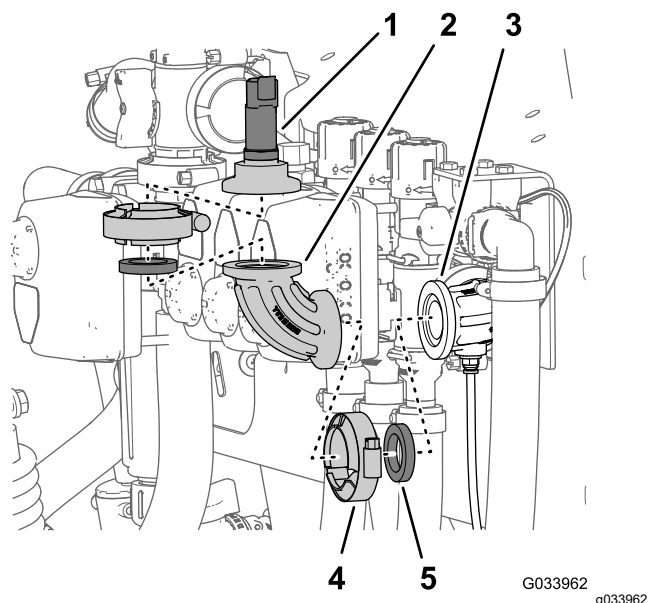

Figura 38
2. Retire o grampo da flange que prende o transdutor de pressão à união de 90° e retire o transdutor, a junta e a braçadeira flangeada (Figura 38).
4. Retire a braçadeira flangeada que prende a união de 90° à união de 90° com um conector para o tubo sensor e retire a união de 90°, a junta e a braçadeira flangeada (Figura 38)